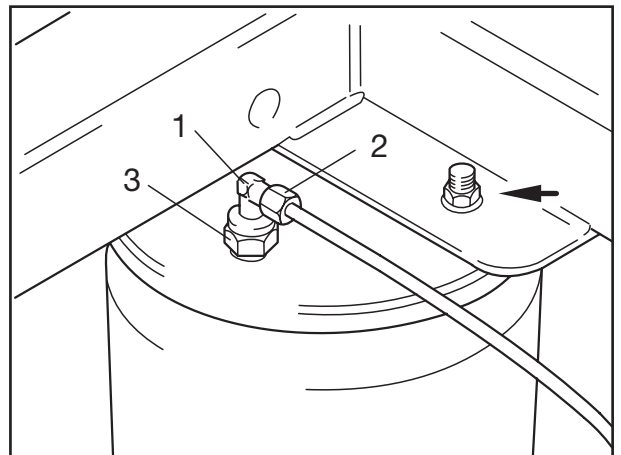

Fig. 8
- [14] Überwurfmutter (Fig. 8/2) des Druckschlauchs an die Verschraubung (Fig. 8/1) anschrauben, anschließend die Gegenmutter (Fig. 8/3) festziehen.
[14] Screw union nut (Fig. 8/2) of the pressure hose to the coupling (Fig. 8/1), then tighten the locking nut (Fig. 8/3).
[14] Visser l'écrou-chapeau (fig. 8/2) du tuyau d'alimentation d'air sur le raccord fileté (fig. 8/1), puis serrer le contre-écrou (fig. 8/3) à fond.